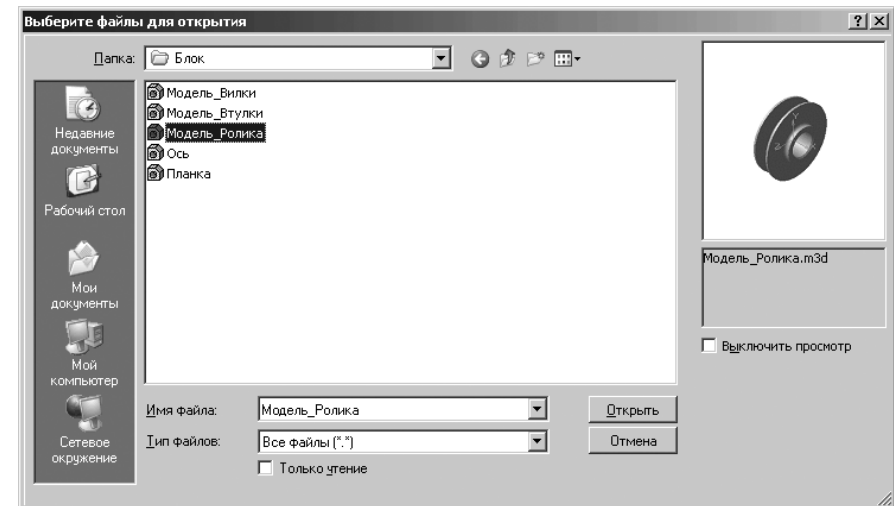

Рис. 6.31. Диалоговое окно **Выберите файл для открытия** с выбранным файлом **Модель\_ролика**
- щелкните в диалоговом окне **Выберите файл для открытия**, например, по файлу под именем **Модель\_Ролика**. Содержимое выбранного файла появится в окне просмотра в правой части диалогового окна. Возможное состояние системы показано на рис. 6.31.